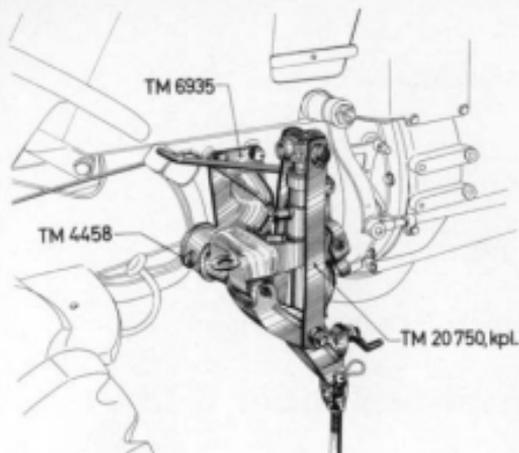

Abb. 10
1. Das S & S Hydraulik-Hebwerk TM 20750, kpl. wird wie das Handhebwerk TM 20506 B in die Aufnahmebohrung des Tragbockes TM 6935 eingeschoben und mit dem Kegelsift TM 4458 gesichert (Abb. 10 u. 11).